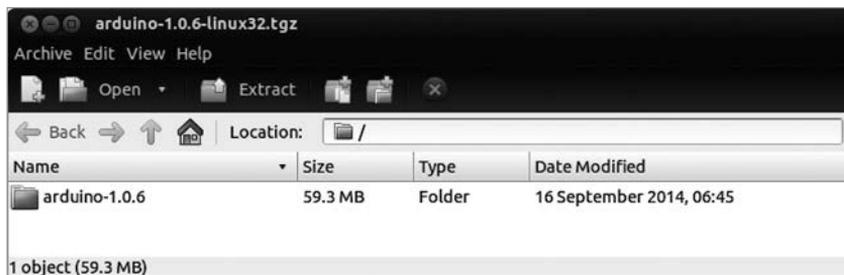

Рис. 1.24. Пакет IDE
3. По завершении загрузки файла откроется диспетчер архивов, как показано на рис. 1.24. Скопируйте папку с именем *arduino-1.0.6-windows* (или другим, похожим) в место, где вы храните свои приложения, или в свою домашнюю папку.